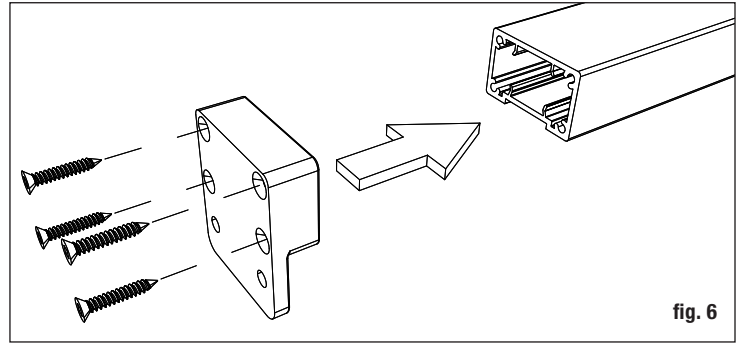

fig. 6
**Paso 3:** Coloque los soportes en los extremos de los barandales. Fije los soportes a los barandales con un tornillo que pase a través de la parte trasera del soporte y en cada taquete de tornillo interno (fig. 6).